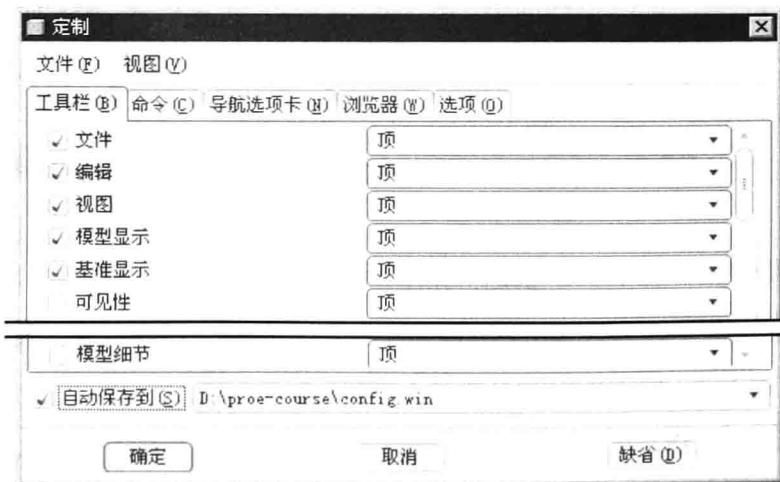

图 1.3.2 “定制”对话框
步骤 01 进入定制工作对话框。选择下拉菜单区的 **工具 (T)** → **定制屏幕 (C)...** 命令，即可进入屏幕“定制”对话框，如图 1.3.2 所示。
步骤 02 定制工具栏布局。在图 1.3.2 所示的“定制”对话框中单击 **工具栏 (B)** 选项卡，即可打开工具栏定制选项卡。通过此选项卡可改变工具栏的布局，可以将各类工具栏按钮放在屏幕的顶部、左侧或右侧。
下面以图 1.3.2 中的 **文件** 选项（这是控制文件类工具按钮的选项）为例，说明定制过程。